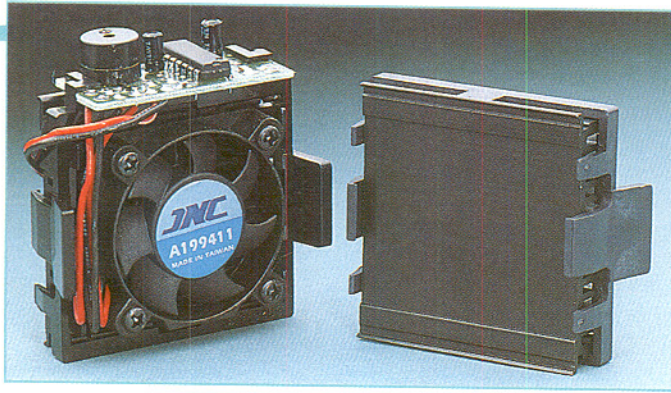

Bild 4: CPU-Lüfter mit Temperaturmelder - alarmiert den Benutzer bei drohender Überhitzung der CPU.
körper gegen ein lautrühigeres Exemplar. Diese gibt es mit optimierter Drehzahl bei verbesserter Luftführung (Abbildung 3: 5V-Lüfter mit der kaum mehr hörbaren „Lärmentwicklung“ von < 10 dB (A)) oder gleich mit integriertem Temperaturschutz (Abbildung 4). Dieser sorgt bei Ausfall des Lüfters oder bei unnatürlich starker Erwärmung des Prozessors für einen akustischen Alarm, der den Nutzer veranlassen soll, den Rechner auszuschalten und nach der Ursache der übermäßigen Erwärmung zu suchen.